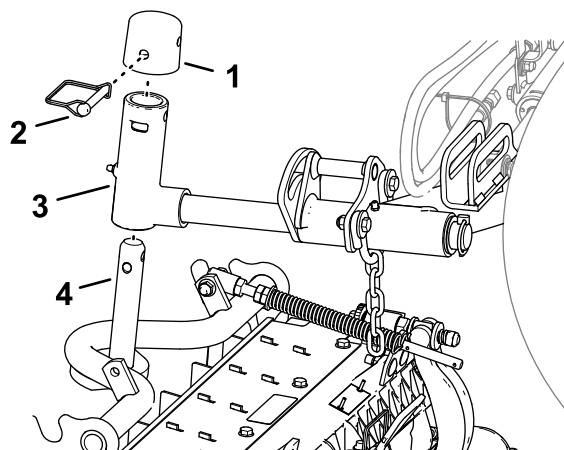

Figure 23
- Glissez une unité de coupe sous le bras de levage (Figure 23).